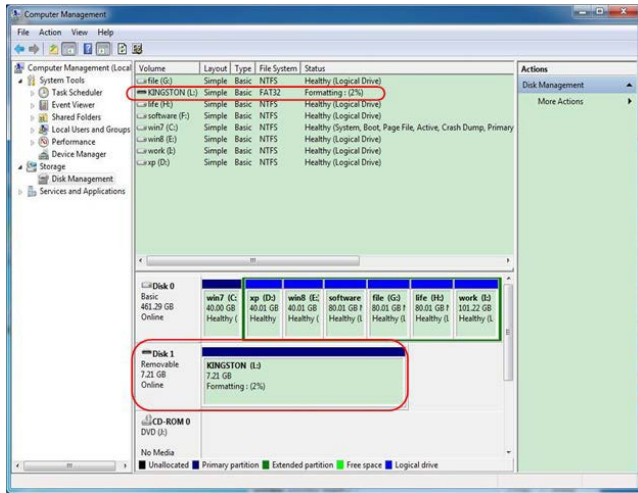

Рисунок 4.5. Процесс форматирования USB- накопителя
- Выполняется процесс форматирования (рисунок 4.5).